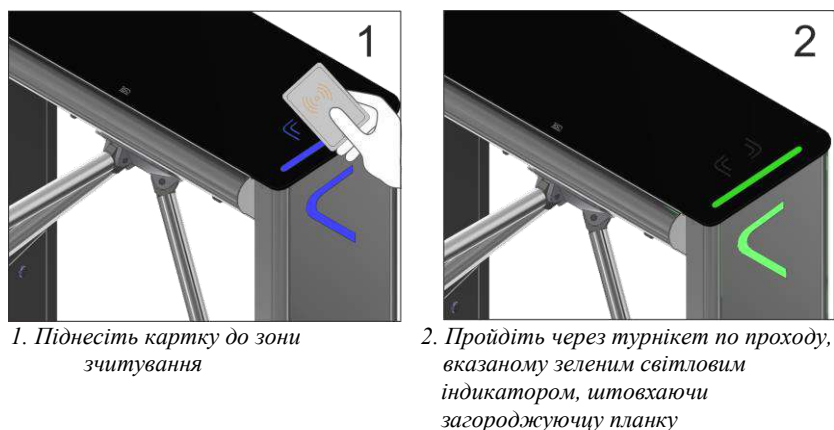

Рис.6 – Принцип роботи при використанні безконтактних карток за наявності системи контролю та управління доступом
1.4.2.3 Після надходження на контролер команди на прохід у напрямку «А» або «В» на світлодіодному дисплеї засвічується зелений індикатор (Рис.6) у заданому напрямку, планки звільняються від блокування. Після легкого поштовху планки рукою, у напрямку проходу, спрацьовує сервопривід та повертає перегороджуючі планки у заданому напрямку. Після проходу людини через турнікет планки продовжують плавно обертатися вперед (довертаються), поступово загальмовуючись, і при досягненні певного кута повороту, блокуються за допомогою двох стопорів робочого механізму.